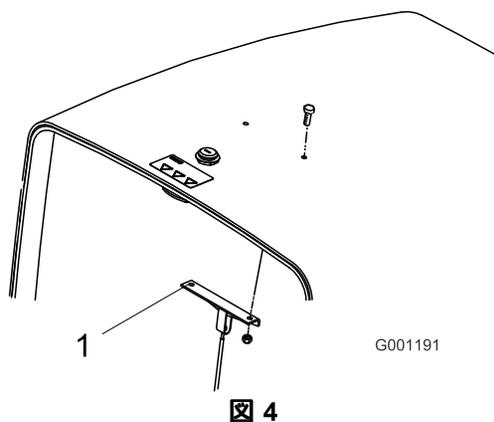

図 4
1. フードケーブルブラケットをフードの裏側に固定しているネジ2本とナットを外して捨てる(図 4)。